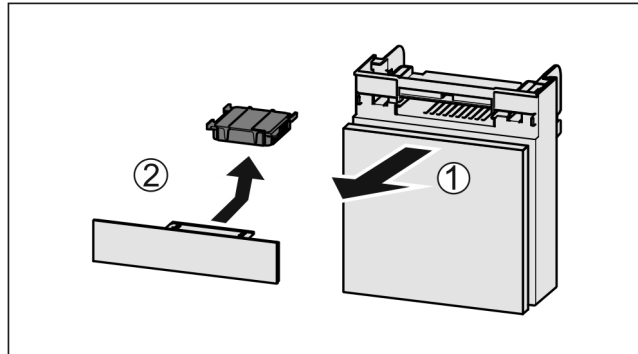

Fig. 27
- ▶ Издърпайте Fig. 27 (1) напред отделението.
- ▶ Извадете Fig. 27 (2) филтърта с активен въглен.